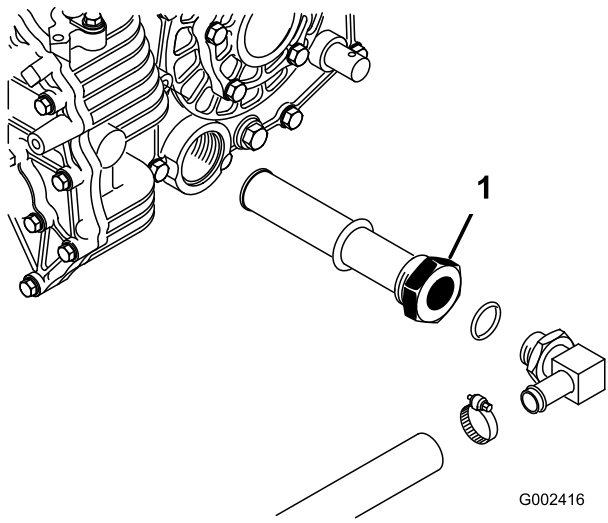

図 68
5. タンク側面のストレーナについている油圧ホースと90°フィッティングの向きを確認記憶する図 68。